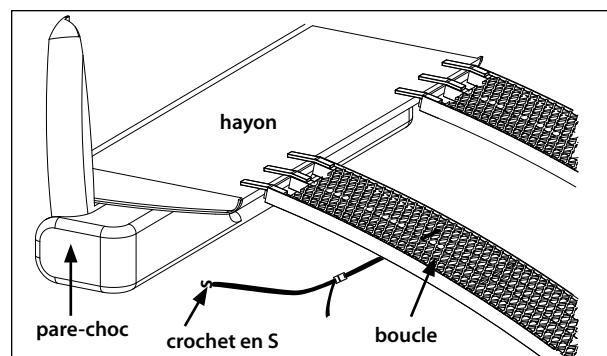

Figure 1
1. Attacher les deux sangles de fixation fournies au longeron du milieu, à 40,6 cm (16 po) environ du haut de la rampe (une sur chaque rampe). Passer le côté avec boucle de chaque sangle autour du longeron du milieu et enfiler le côté à crochet en S à travers la boucle. Ceci attache la sangle de façon permanente à la rampe. **VOIR FIGURE 1.**